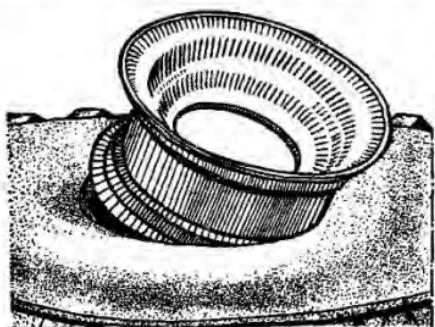

Рис. 132.
2. На ровную чистую площадку положить покрышку и на нее установить колесо вниз закраиной, расположенной со стороны вентильного отверстия, а вентильное отверстие установить в противоположной стороне заводимой части колеса (рис. 132).